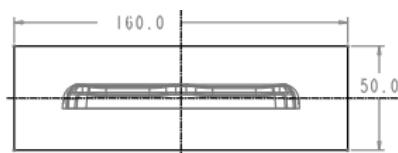

图 31.6 截面草图
Step4. 创建坯料特征。单击 **模具** 功能选项卡 **形状** ▾ 区域中的 **拉伸** 按钮；在出现的操控板中，确认“实体”类型按钮 **实体** 被按下，在绘图区中右击，从系统弹出的快捷菜单中选择 **定义内部草绘...** 命令，然后选择 MOLD_FRONT 基准平面作为草绘平面，草绘平面的参考平面为 MOLD_RIGHT 基准平面，方向为 **右**；单击 **草绘** 按钮，系统至此进入截面草绘环境。进入截面草绘环境后，选取 MAIN_PARTING_PLN 和 MOLD_RIGHT 基准平面为草绘参考，绘制图 31.6 所示的特征截面；完成特征截面的绘制后，单击“草绘”操控板中的“确定”按钮 **确定**。在操控板中单击 **深度** 按钮，在深度文本框中输入深度值 180.0，并按回车键，然后单击 **确定** 按钮，完成特征的创建。